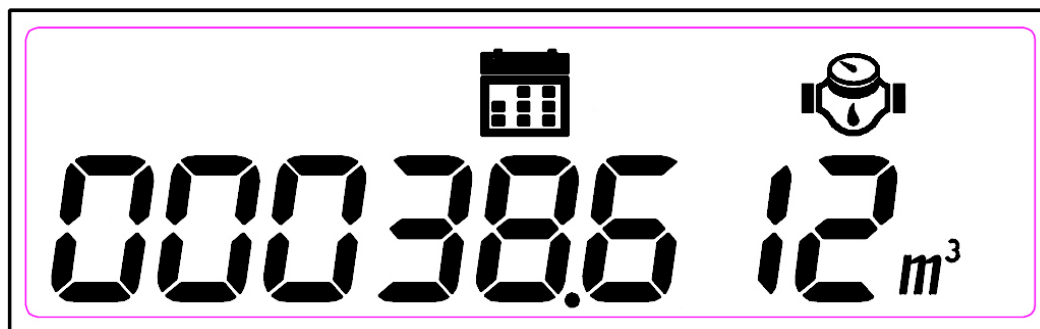

Рисунок 10
2.3.9 Окно с показаниями потребленной воды за предыдущий месяц (рисунок 10).